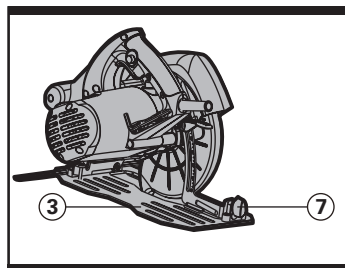

Fig 5
Le réglage de l'angle de la base (3) permet le chanfreinage (se référer à la Figure 5). La table (3) de votre scie circulaire doit toujours être maintenue fermement contre le matériau à couper afin de réduire : les vibrations de la scie, les casses de lame (se référer à la Figure 5).
Desserrez le bouton de serrage (7) pour régler l'angle de chanfreinage et vous pourrez alors incliner manuellement le corps de votre scie circulaire par rapport à sa base (3). En fonction de l'inclinaison de la table par rapport à la scie circulaire, un rapporteur (17) vous indique la valeur de l'angle choisi. Resserrez ensuite le bouton de verrouillage (7) (se référer à la Figure 5). Assurez vous ensuite que l'angle est exact et que la base est bien serrée. Ces valeurs d'angles indiquées sont assez précises pour la plupart des utilisations, néanmoins lorsqu'il s'agit d'un ouvrage exigeant une grande précision, il est recommandé de régler l'angle avec un rapporteur séparé et de procéder à un essai de coupe préliminaire. Note : l'échelle de profondeur de coupe n'est plus exacte en inclinaison pour chanfreinage.